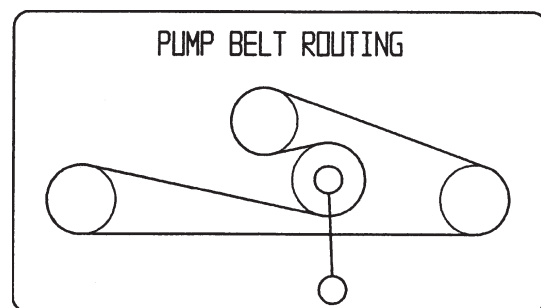

Figure 56
1. Abaissez la poulie de tension rappelée par ressort et enlevez la courroie des poulies du moteur et de la pompe hydraulique (Fig. 56). Retirez la courroie entre les poulies.
2. Installez la courroie neuve sur les poulies du moteur et de la pompe hydraulique (Fig. 56).
3. Abaissez la poulie de tension rappelée par ressort et alignez-la sous la courroie de transmission, puis relâchez-la (Fig. 56).